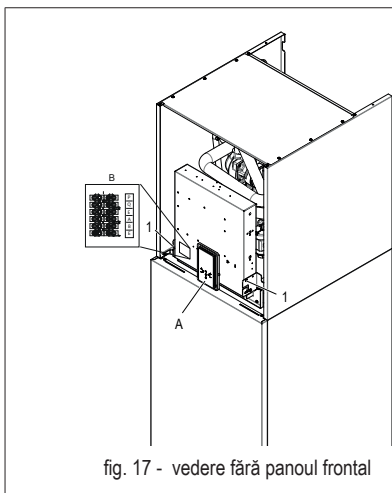
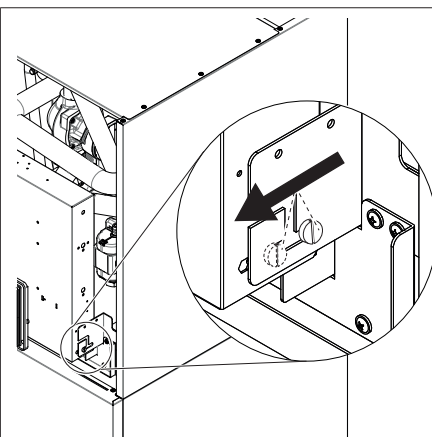
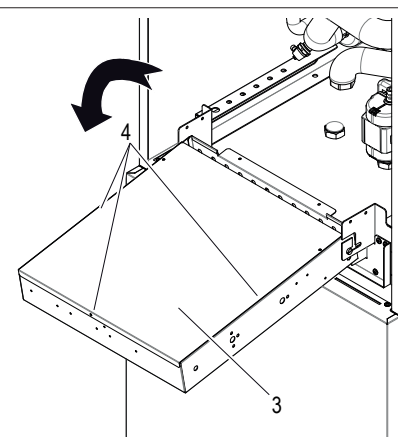

fig. 17 - vedere fără panoul frontal
fig. 18 - cum se deblochează caseta electrică
fig. 19 - cum se rotește caseta electrică
Per accedere ai morsetti dell'unità interna svitare le due viti (part. 1 - fig. 17) sotto la scatola elettrica, quindi afferrare la scatola elettrica e sbloccarla (fig. 18), quindi ruotare in avanti (fig. 19). Rimuovere la lamiera posteriore (part. 3 - fig. 19) fissata con 3 viti (part. 4 - fig. 19).
- A** Pannello display e tastiera (fig. 17)
Cutia cu borne de conectare (det. B fig. 17) se află în partea stângă a casetei electrice a centralei. Cutia cu borne de conectare este de tip regletă tată-mamă. Pe partea laterală a cutiei cu borne de conectare este aplicată o etichetă de identificare a celor 6 borne disponibile.